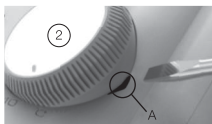

Рисунок 4. Положение паза для снятия колеса регулятора температуры
- ра температуры в положение 0°C , так чтобы был виден паз (А) (рис. 4).
3. Используя отвертку, снимите колесо регулятора температуры (2) (рис. 4).
Под колесом регулятора температуры находится блокирующее устройство, предназначенное для ограничения изменения температуры. Ослабляя регулировочный винт (С) (рис. 4) можно ограничить рабочий диапазон, например между $+20^{\circ}\text{C}$ и $+25^{\circ}\text{C}$. **Красное** кольцо означает максимальную температуру, **зеленое** — минимальную.
1. Выставьте колесо регулятора температуры в положение 0°C , так чтобы был виден паз (А) (рис. 4).
2. Используя отвертку, снимите колесо регулятора температуры (2) и открутите регулировочный и крепежный винты.